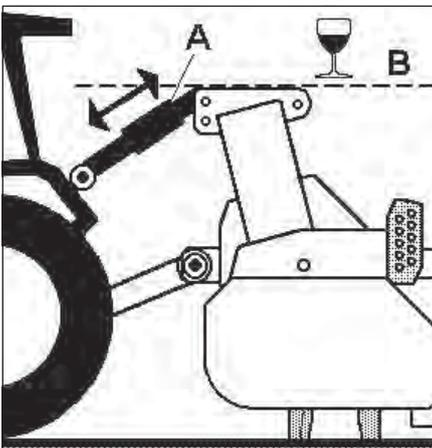

Fig. 26
Per ottenere ciò, è necessario registrare il braccio terzo punto **A** (Fig. 26) in modo che la linea **B** risulti leggermente inclinata all'indietro.
*Pour obtenir cela, il faut régler le bras du troisième point **A** (Fig. 26) de manière à ce que la ligne **B** résulte légèrement inclinée en arrière.*
Um diese zu erhalten, muss man den Oberlenker **A** (Abb. 26) so einstellen, dass die Linie **B** leicht nach hinten geneigt ist. Begrenzen Sie während der Arbeit die Seitenschwankungen, indem Sie die Dämpfungsflosse des Hebers der Zugmaschine regulieren.
*To do this, adjust the top link **A** (Fig. 26) so that line **B** tilts slightly backwards.*
Para lograr dicha inclinación es necesario regular el brazo del tercer punto **A** (Fig. 26) en modo tal que la línea **B** resulte levemente inclinada hacia atrás.